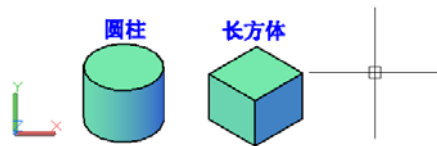

图 2-4 三维图形中输入文字
6. 视图 (V)
对主提示输入 “V” 回车, 将新 UCS 的 XY 平面与垂直于观察方向的平面对齐。此时, UCS 原点保持不变, 但 X 轴和 Y 轴分别变为水平和垂直。这种方法对于要求观察方向与屏幕垂直时很有用。例如, 在三维图形中输入文字, 文字应该与屏幕平行, 首先应使用视图 (V) 选项建立 UCS, 再输入文字, 将得到如图 2-4 所示的效果。
7. 世界 (W)